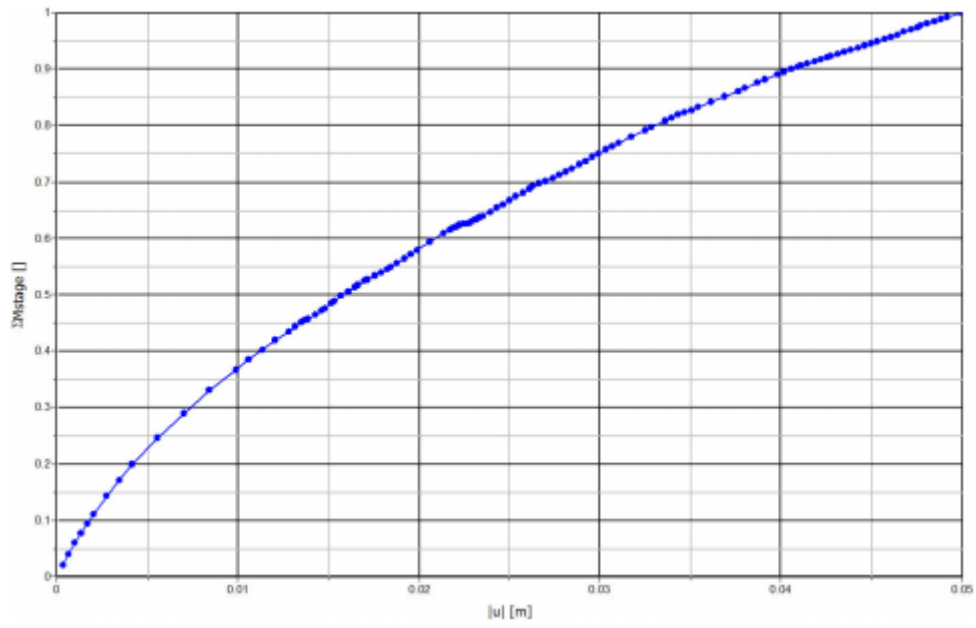

图 28 基础荷载-位移曲线
- 单击 OK 按钮接受输入并生成荷载-位移曲线。生成的曲线如图 28。